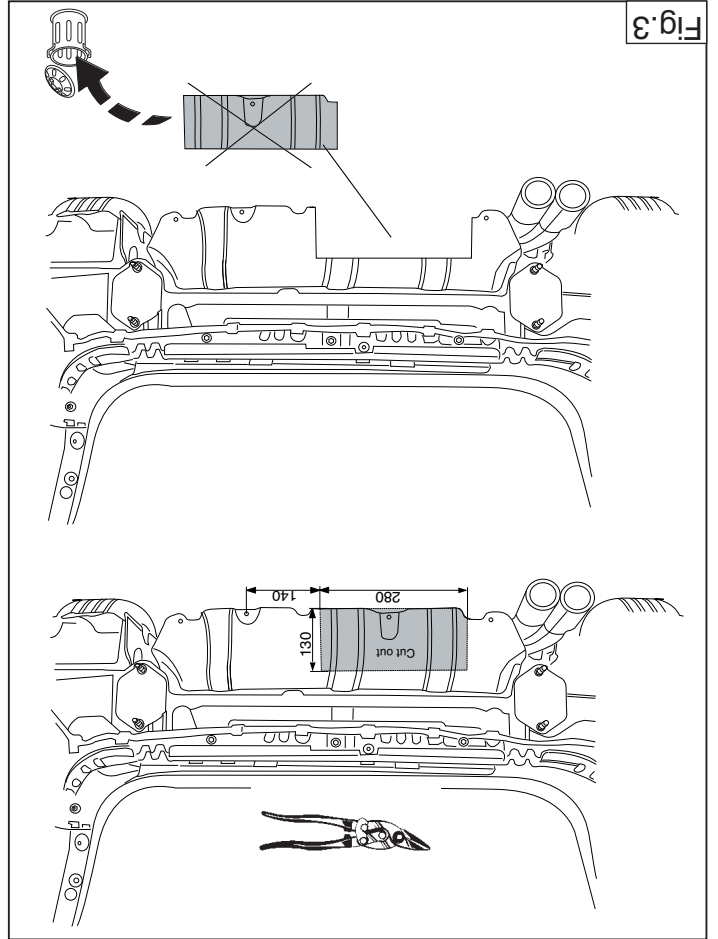

Fig.3
7. **If present:** Saw off the part of the heat shield denoted in figure 3.
7. **Falls vorhanden:** Sägen Sie das in Abbildung .3. angegebene Teil aus dem Hitzeschild.